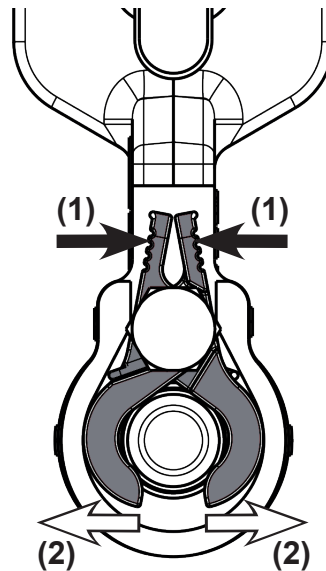

Abb. 14: Öffnungsmechanismus
- 1 Drücken Sie gleichzeitig oben beide Hebelenden (1) am Zangenverschluss zusammen (Abb. 14). Beide Zangenenden (2) öffnen sich.